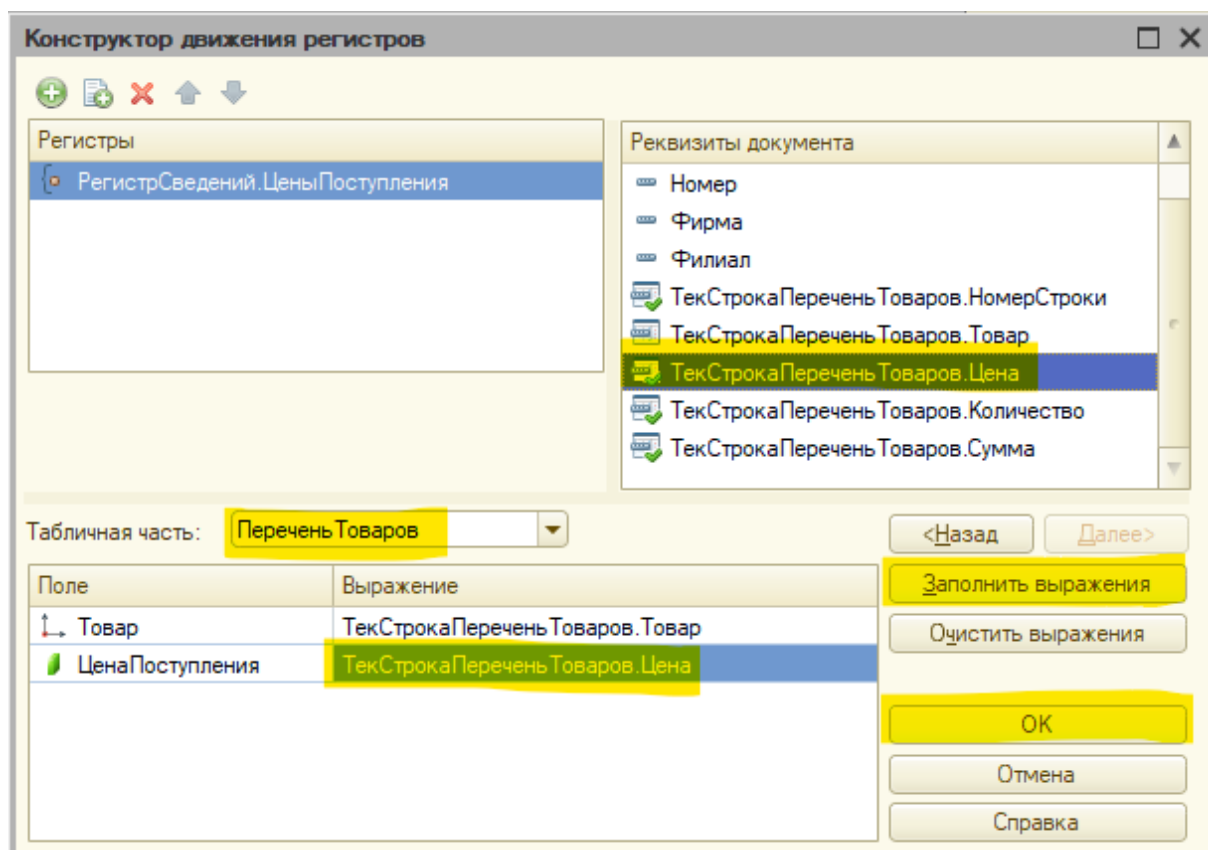

Рис. 3.18. Заполнение выражений в окне «Конструктор движений регистров» документа «Поступление товаров»
4. Выбираем табличную часть по документу и нажимаем на кнопку «Заполнить выражение». Автоматически заполняются пустые строки в столбце «Выражение». Если этого не произошло, то в правой части экрана можно выбрать соответствующее поле для заполнения (например, поле «Цена поступления» и поле «Цена» не смогли определиться автоматически) (рис. 3.18).